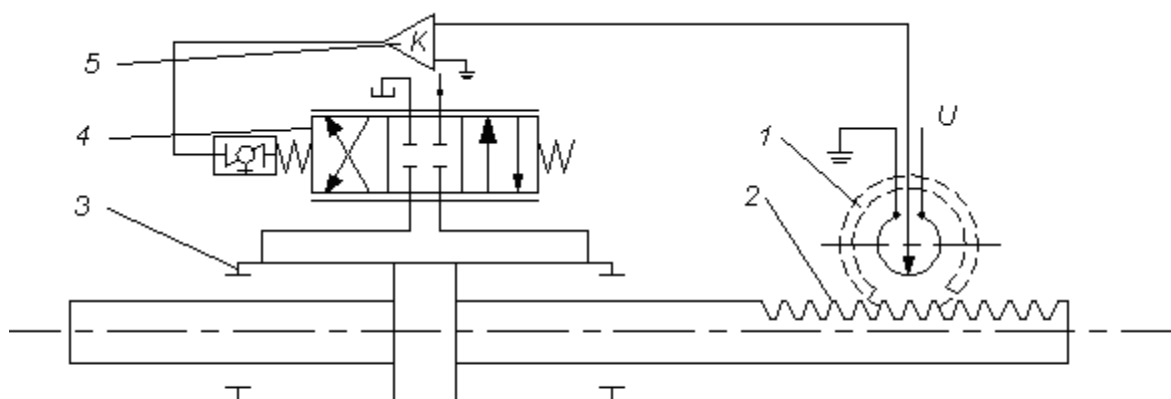

图 9.5 机械手臂伸缩电液伺服系统工作原理
- 9.5 试分析图9.5所示的液压伺服系统，说明它是哪种控制系统？它的工作原理是什么？